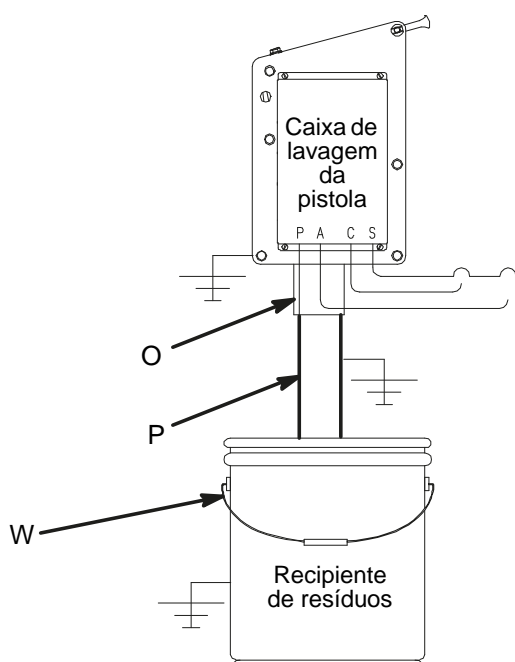

FIG. 6: Requisitos do recipiente de resíduos fechado
Ligue a secção mais longa possível do tubo de plástico ou de metal (P) entre a saída de fluxo da Caixa de lavagem da pistola (O) e um recipiente de resíduos metálico fechado (W). Consulte FIG. 6.